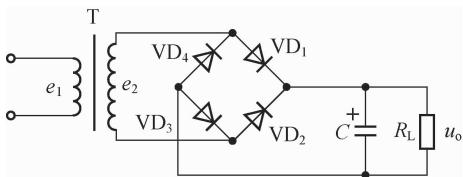

图 1-30 单相桥式整流电容滤波电路
**【例 1-6】** 单相桥式整流电容滤波电路如图 1-30 所示,已知输出电压  $U_o = 15 \text{ V}$ ,  $R_L = 100 \Omega$ ,电源频率  $f = 50 \text{ Hz}$ 。试计算:
(1) 变压器二次侧电压的有效值  $E_2$ ;
(2) 滤波电容 C 的耐压值和电容量。